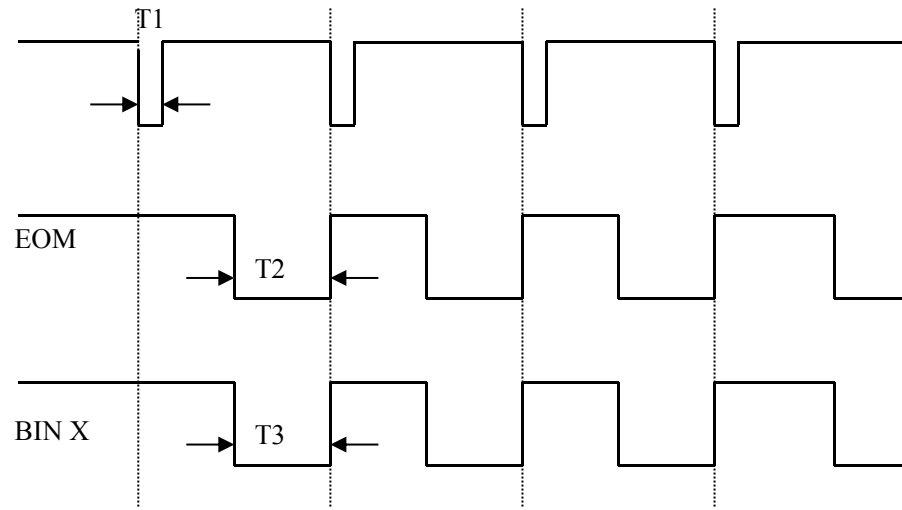

图 1: HANDLER 接口时序图
- 1>. TRIG 触发启动信号，如图 1 中 T1，低电平有效，脉宽约为 4—30mS。一个低电平触发信号只能测量一次，若一直为低电平信号，也只能测量一次。
- 2>. EOM 测量结束信号，如图 1 中 T2，低电平有效，为低时表示分选信号已有效，仅还未显示结果，为高时说明还在对器件进行测量。
- 3>. Bin X 分选输出信号，如图 1 中 T3，低电平有效，为低时表示分选信号已有效，为高时说明分选信号无效，每次测量时都置分选输出为高电平。